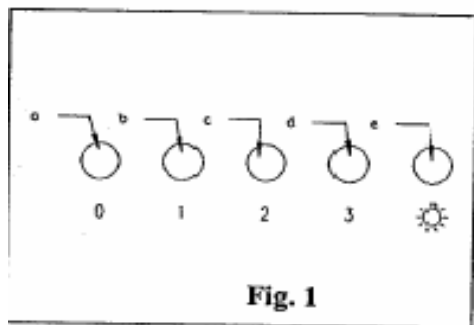

Fig. 1
**PANEL STEROWANIA (Rys. 1):**